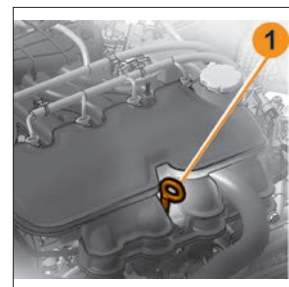

Рис. 4. Проверка уровня масла в картере двигателя
**В варианте исполнении** автомобиля LADA Vesta для зарядки аккумуляторов внешних периферийных устройств (ноутбук, планшетный компьютер, смартфон) предусмотрена розетка USB (рис. 4, поз. **2**) с номинальным напряжением 5 вольт (V) и номинальным током нагрузки не более 2 ампер (A). Для подключения заряжаемого устройства должен быть использован разъем USB, тип A.